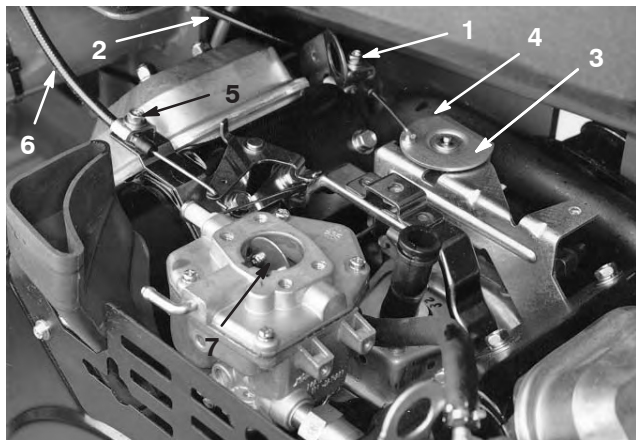

Bild 37
1. Lockern Sie die Klemmschraube des Bowdenzugs, mit der dieser am Motor befestigt ist (Bild 37).
3. Ziehen Sie fest am Bowdenzug, bis die Rückseite der Schwenkplatte den Anschlag berührt (Bild 37).
1. Lockern Sie die Klemmschraube des Chokezugs, mit der dieser am Motor befestigt ist (Bild 37).
3. Ziehen Sie fest am Chokezug, bis die Choke-Drosselklappe ganz geschlossen ist; ziehen Sie dann die Klemmschraube des Chokezugs fest (Bild 37).